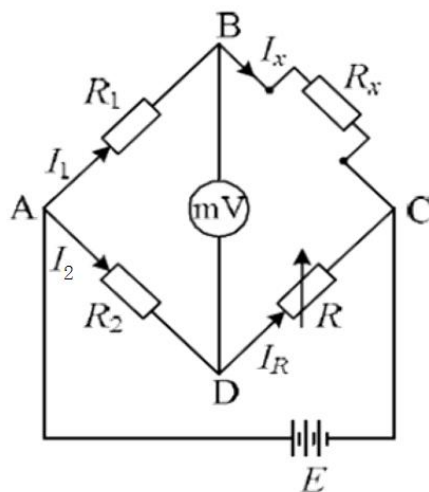

图3-1 惠斯通电桥的原理图
惠斯通电桥的原理图如图 3-1 所示，它由比例臂电阻  $R_1$ 、 $R_2$  和调节臂电阻  $R$  以及待测电阻  $R_X$  用导线连成的封闭四边形 ABCDA 组成，在对角线 AC 两端接电源，在对角线 BD 两端接灵敏度较高的毫伏表（或检流计）。通常将 BD 端称为桥路，四个电阻  $R_1$ 、 $R_2$ 、 $R$  和  $R_X$  称为桥臂。若适当调节  $R_1$ 、 $R_2$  或  $R$  阻值，使桥路两端的电位相等，即毫伏表（或检流计）示值为零，这时称为电桥平衡。
2. 参照图 3-1 连接电路，组成惠斯通电桥测量电阻。其中， $U_{AC}$ 取 3V。比率 $R_1/R_2$ 依次取 0.01，0.1，1，10，100，调节电阻箱 $R$ 值使电桥平衡，记录数据，计算 $R_X$ 值与电桥测量灵敏度。